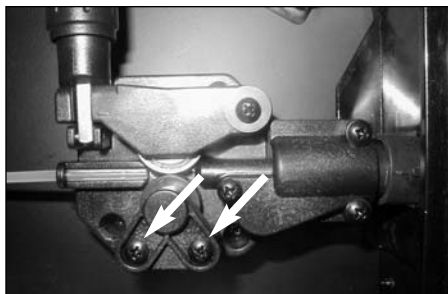

Figure 7 – Retirez ces deux vis
3. Retirez le couvercle du rouleau en retirant deux vis (voir la figure 7).